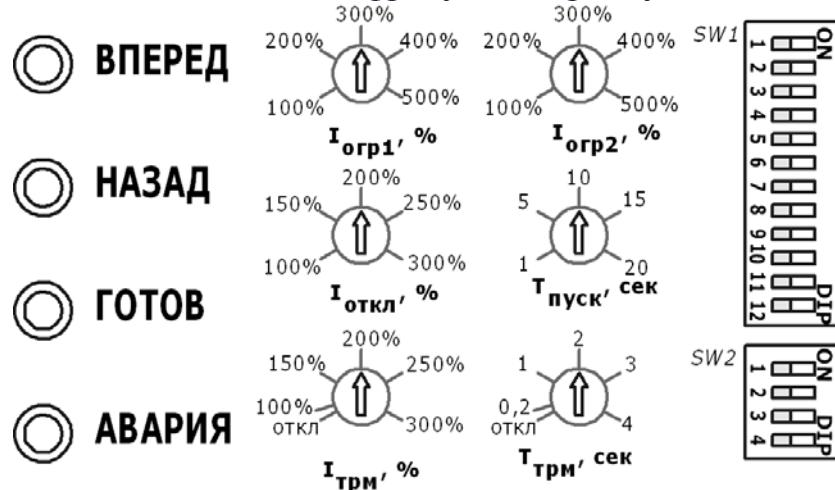

Рисунок 3 – Органы настройки пускателя БСТ-xxР/380-х0К
*Каждый микропереключатель имеет два состояния: 0 (влево) и 1 (вправо) (см. рисунок 3).*